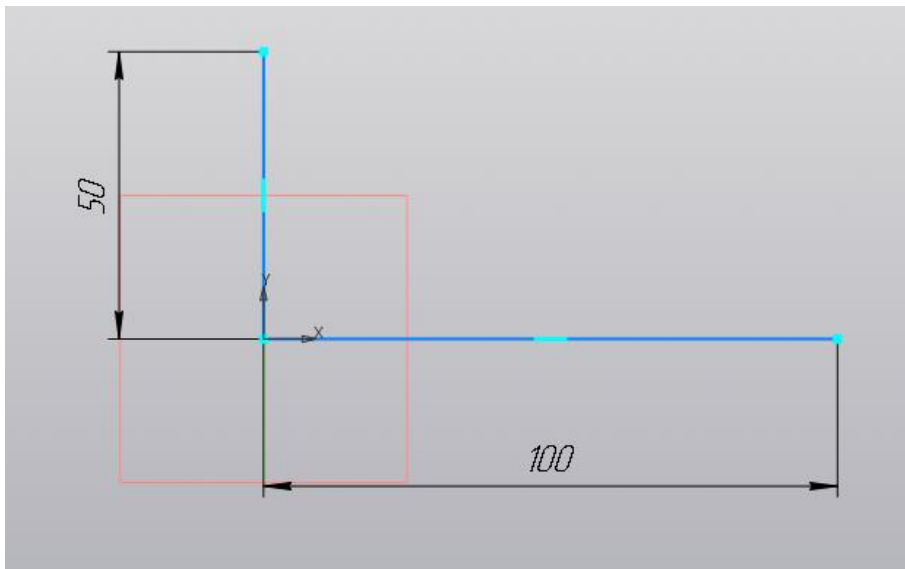

Рисунок 38.
2. На панели (слева) **Дерево документа** - открыть расширение **Начало координат - плоскость ZY**. На **Панели быстрого доступа** открыть расширение  **Ориентация** - поменять на **Изометрия**. Перейти в режим  **Эскиз** (рисунок 38).